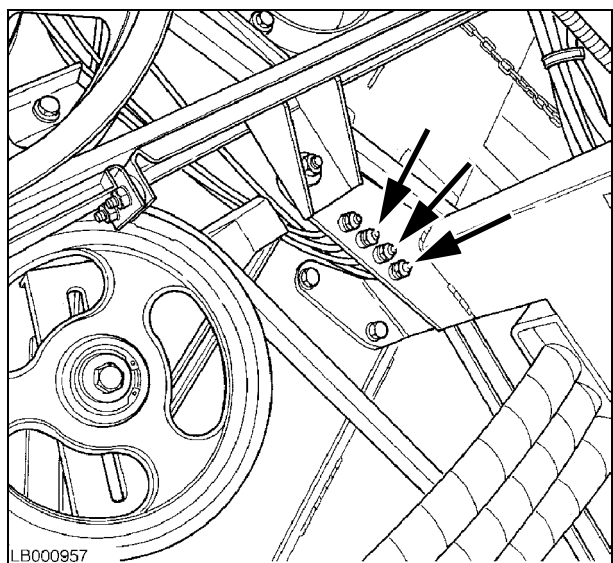

Рис. 46
38.)НИЖНЯЯ КРУГЛАЯ ГАЙКА РАЗГРУЗОЧНОГО ШНЕКА Рис. 46